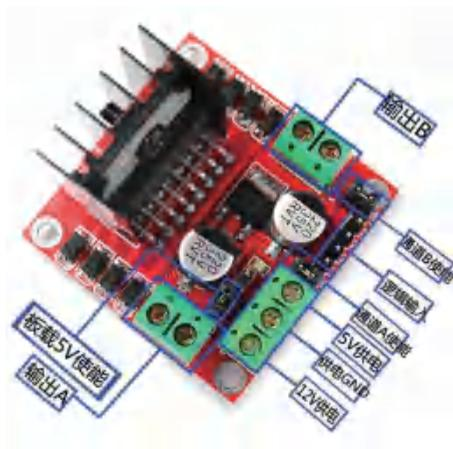

图14-6 L298N驱动板
- (1) 如何可以让温度控制得更精准？
- (2) 除了这种自带驱动板的马达模块，更多的马达是不自带驱动的，而是使用一种型号叫L298N的驱动板（图14-6）。同学们可以对此进行继续研究。